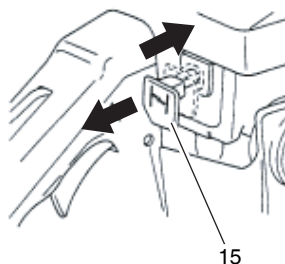

Fig. 10
4. Cuando escuche la primera ignición, vuelva a poner el estrangulador en la posición de marcha. (Fig. 10)